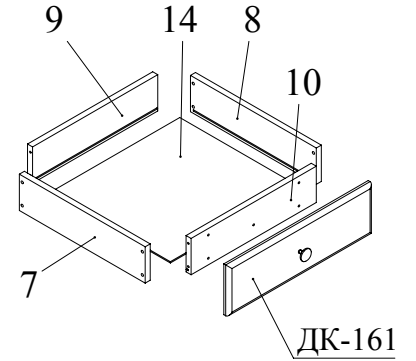

Рис.7
9. Скрепить при помощи конфирматов 7x50 боковины ящика 7, 8 и фальш-панель 10. Установить фасад ящика на боковины 7, 8 (Рис. 7).
10. Скрепить при помощи шурупов М4х30 фальш-панель 10 с фасадом ящика. Закрепить винтом М4х40 ручку на фасаде ящика. (Рис. 7).